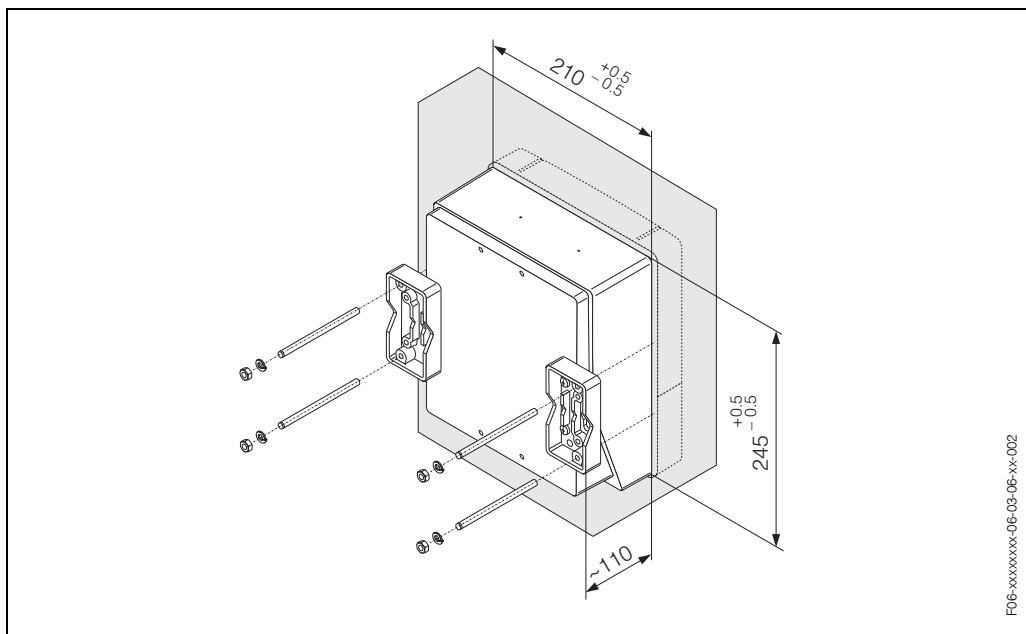

Рис. 38: Монтаж в панели (корпус для настенного монтажа)
1. Подготовьте окно для монтажа в панели (Рис. 38).